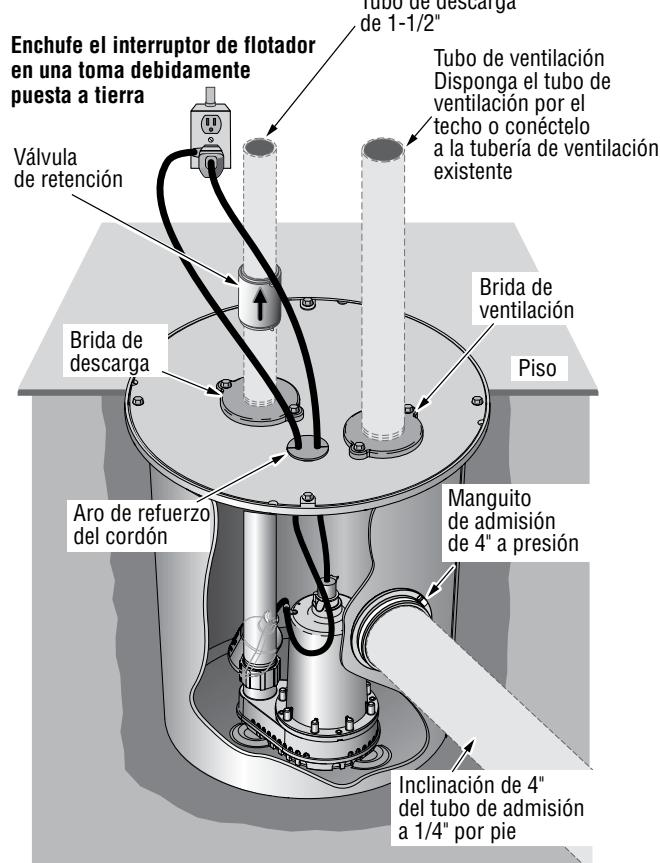

Figura 1 – Instalación típica
Instrucciones de instalación. Ver la Figura 1.
- Instale una válvula de retención de 1-1/2" en la tubería de descarga. Consulte la Figura 1. Verifique que la flecha indicadora de flujo apunte en la dirección contraria de la bomba. Esta válvula de retención impedirá que el agua corra nuevamente hacia el compartimiento cuando la bomba no esté en marcha.